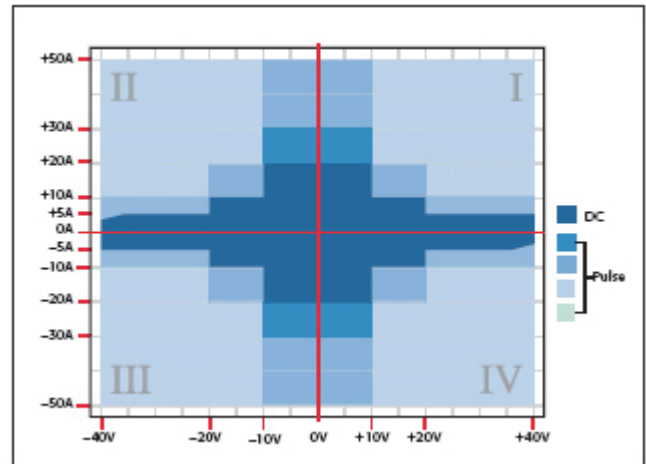

図 3：1 台の 2651A のパワーエンベロップ
3. 両 SMU 共、同じパワーエンベロップ (図 3) 領域を使用します。